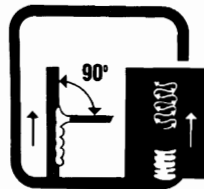

Abb. 13
**Stirnseitige Stumpfschweisverbindung (Abb. 13)**